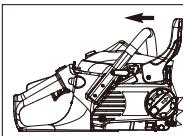

Fig. 3A
2. Sørg for at KÆDEBREMSEARMEN® er trukket tilbage i FRAKOBLET position. (Fig.3A )